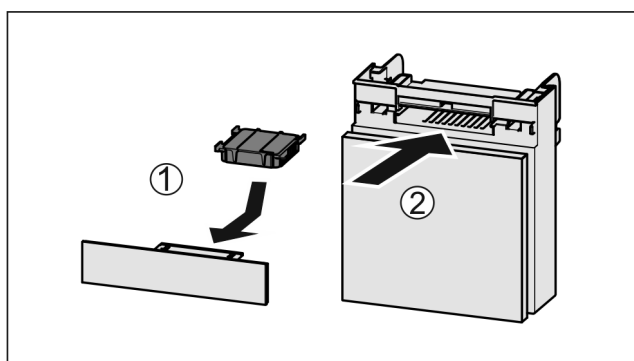

Fig. 173
- Insérer le filtre à charbon actif d'après le schéma Fig. 173 (1).
- Insérer le compartiment Fig. 173 (2).